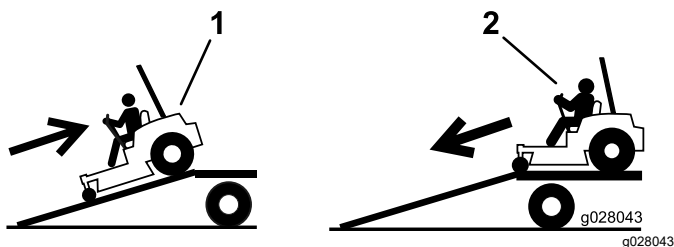

Figure 38
4. Montez la rampe en marche arrière (Figure 38).
2. Descendez la rampe en marche avant (Figure 38).